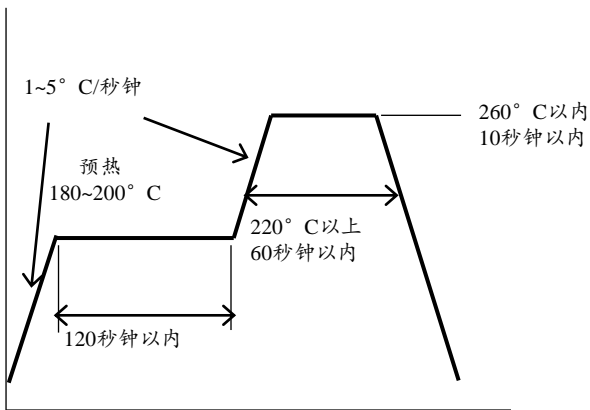

图9. 回流焊推荐条件
- 关于回流焊温度曲线，应该在参考图9的基础上，根据使用的焊料进行设定。